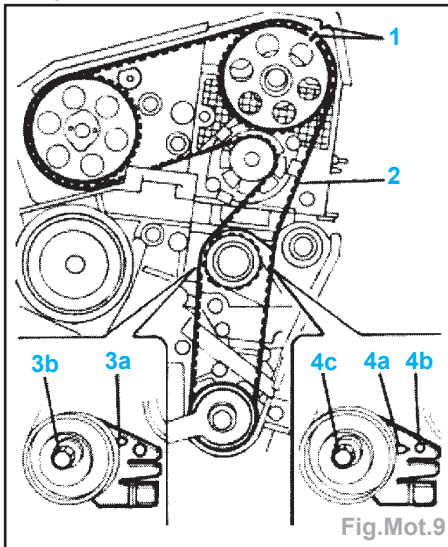

Fig.Mot.9
- Monter la courroie de distribution (2) sur le pignon de vilebrequin.
- Monter l'axe (3) et l'outil gabarit.
- Faire tourner le pignon d'ACT jusqu'à faire coïncider les repères de calage (1) (Fig.Mot.9).
- Faire lever avec un tournevis jusqu'à porter l'aiguille du tendeur (3a) en position maximum de tension et dans cette position, serrer l'écrou (3b) du tendeur (Fig.Mot.9).